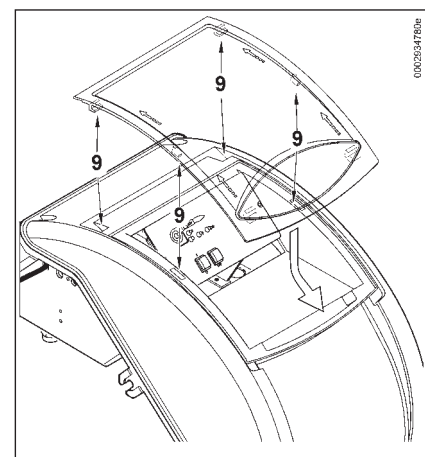

图5
- 为了正确安装好透明的盖板，如图5所示，对应各自的点（9）定位挂钩，并按箭头方向滑动门直到听到轻微的接触以确保密封为止。